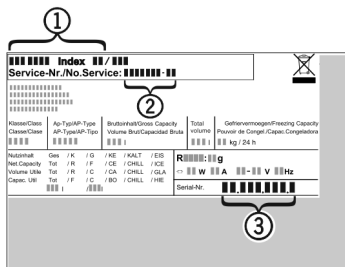

Fig. 7
- ▶ A készülék megnevezését Fig. 7 (1), a szerviz- Fig. 7 (2) és sorozatszámot Fig. 7 (3) a típus tábláról olvassa le. A típus tábla a készülék belsejében baloldalon található.
- ▶ Értesítse a vevőszolgálatot a hibáról, és adja meg nekik a készülék megnevezését Fig. 7 (1), a szerviz- Fig. 7 (2) és a sorozatszámot Fig. 7 (3).